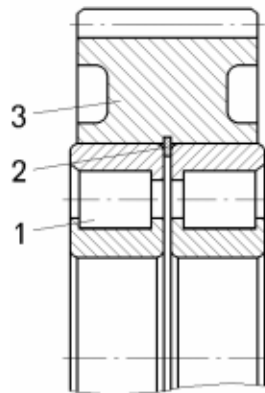

Рисунок 7.13 – Сателлит первого ряда редуктора 75216:
– установить в сателлит первого ряда 3 (рисунок 7.13) стопорное кольцо 2 для редуктора 75216 и одно (рисунок 7.14) из стопорных колец 2 для редуктора 7520;